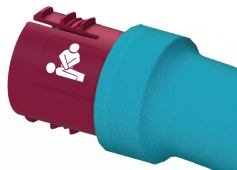

Abbildung 21 – Reanimations-Anschluss
1. Drücken Sie die Laschen auf beiden Seiten des Reanimations-Anschlusses herunter. Ziehen Sie gerade heraus, um die Reanimation von der Pumpe zu trennen (Abbildung 21).